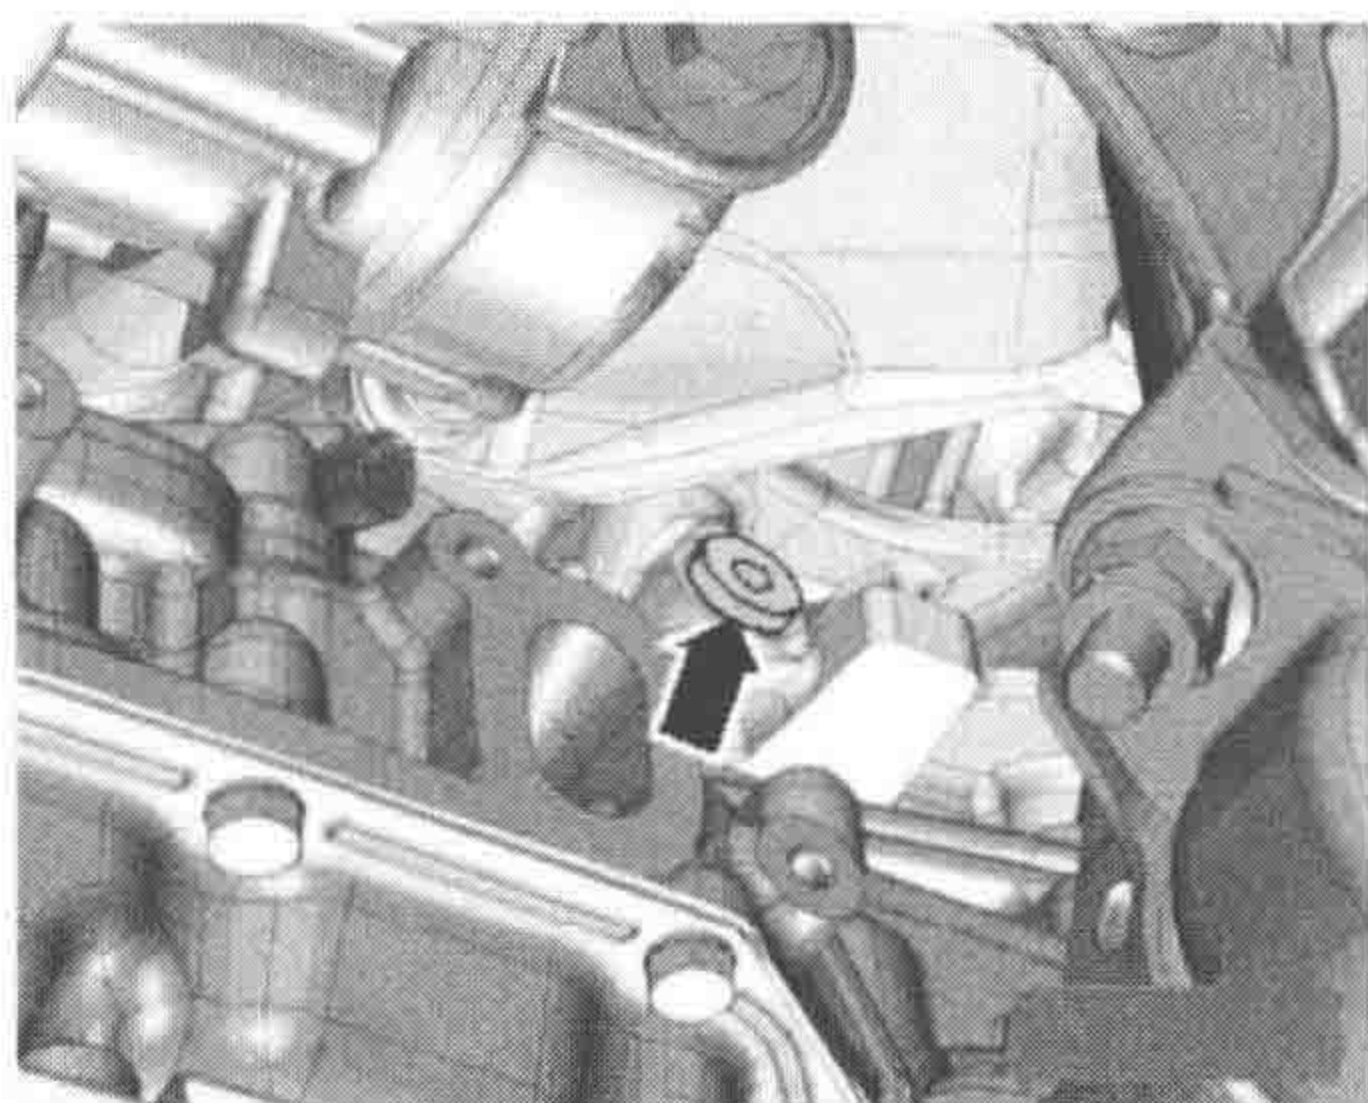

图 1-1-13
(5) 如图 1-1-13 所示，将曲轴上止点标记螺旋塞从气缸体中拧出。